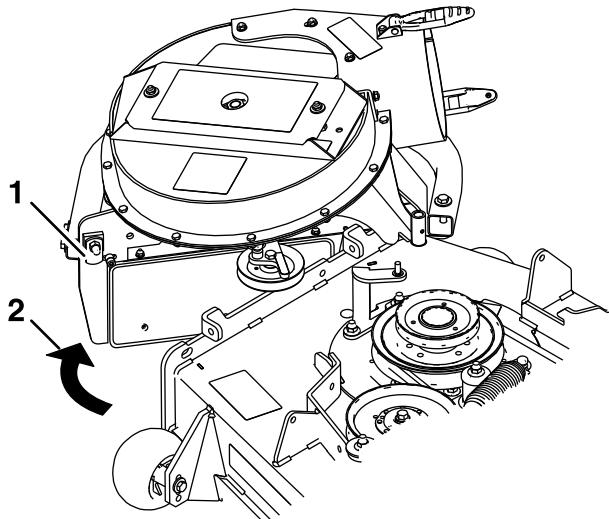

Figure 25
9. Déverrouillez l'extrémité avant du ventilateur, faites pivoter le ventilateur en arrière et déposez-le du tablier (**Figure 25**).